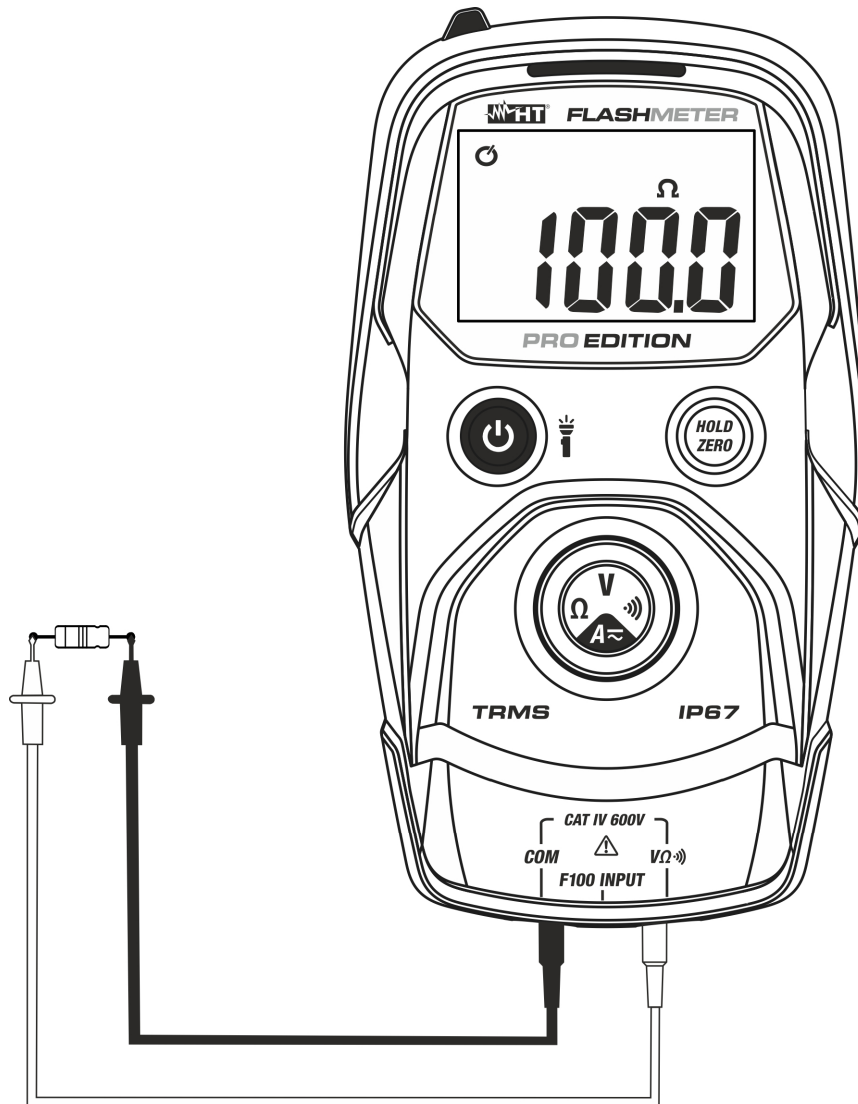

Abb. 5: Verwendung des Gerätes für Widerstandsmessung
3. Verbinden Sie die Messleitungen mit den gewünschten Messpunkten des zu messenden Kreises (siehe Abb. 5). Der Widerstandswert erscheint auf dem Display.